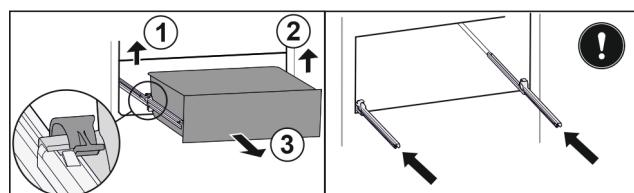

Fig. 142
- Nadvihnite ľavú svorku a súčasne ťahajte zásuvku vľavo dopredu. Fig. 142 (1)
- Nadvihnite pravú svorku a súčasne ťahajte zásuvku vpravo dopredu. Fig. 142 (2)
- Odoberte zásuvku dopredu. Fig. 142 (3)